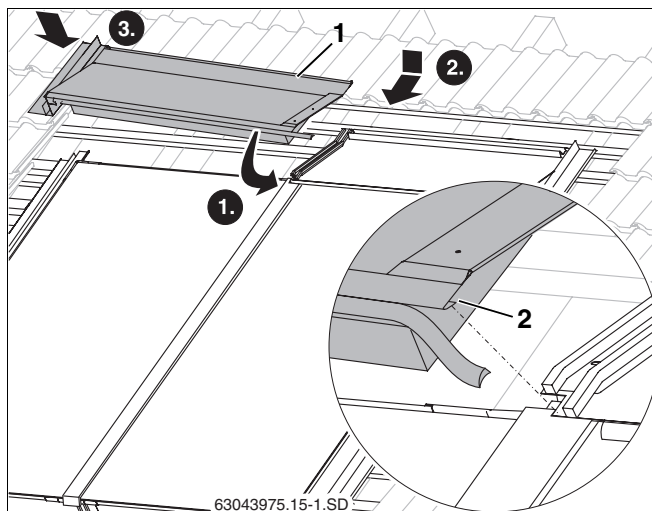

Рис. 57 Верхний левый накладной лист
- Другие верхние накладные листы заправить фальцем (рис. 57, поз. 2) в уже смонтированный накладной лист и затем придвинуть к коллектору.
- Ввести левый верхний накладной лист (рис. 57, поз. 1) в левый боковой накладной лист.
- Вставить резиновый язычок левого накладного листа в фальц правого накладного листа. (рис. 57, поз. 2).